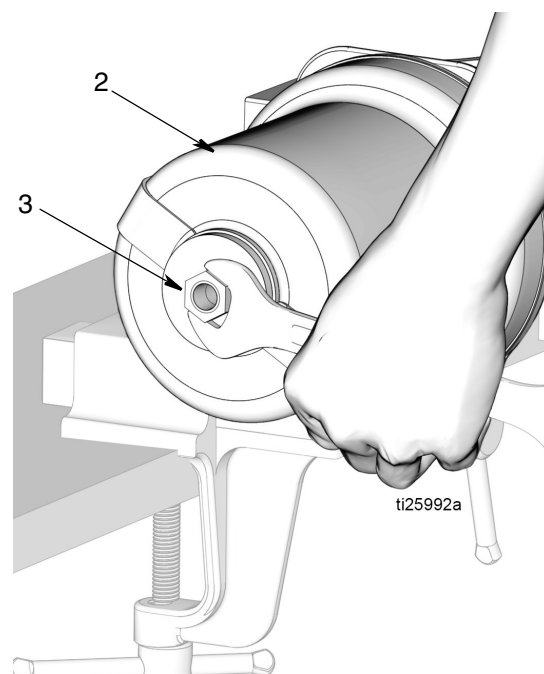

FIG. 16
12. Rimuovere il dado di fermo del pistone (3) dalla parte superiore della cilindrata pneumatica (2) (FIG. 16).